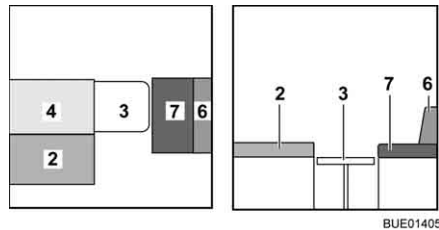

Fig. 149 Durante la transformación
- Colocar el cojín del respaldo (Fig. 149,4) junto al cojín del asiento (Fig. 149,2).